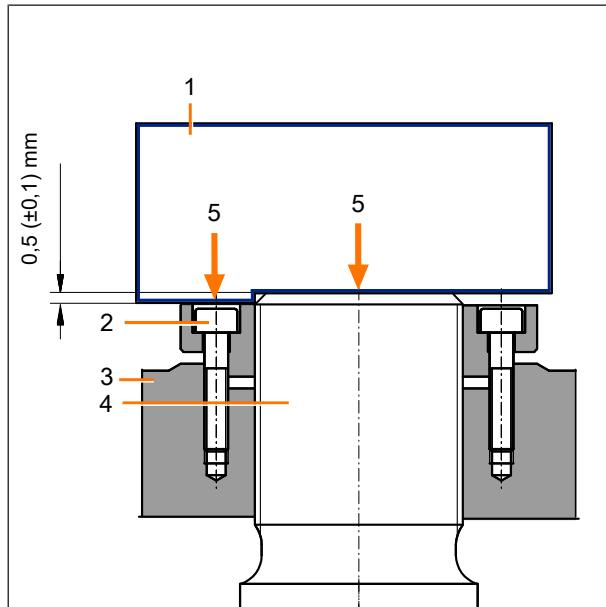

Fig. 1 : Aide au réglage, appuyée
*Une aide au réglage est fournie pour contrôler si le réglage est correct. L'écrou de réglage doit être réglé de manière à ce que l'aide au réglage repose sans jeu sur l'extrémité de la tige et sur l'écrou de réglage, voir Fig. 1 : Aide au réglage.*